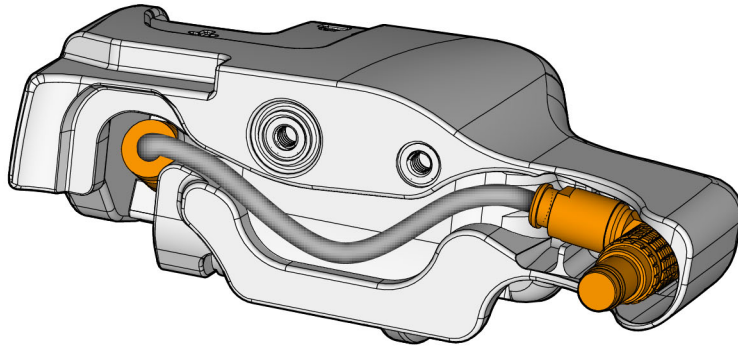

Abbildung 2-7 Kabelführung im Weggeber der Index-Achse
3. Führen Sie die Schritte für eine Montage in umgekehrter Reihenfolge durch. Stellen Sie sicher, dass sich das Weggeberkabel ordnungsgemäß im Weggebergehäuse befindet (siehe Abbildung 2-7 auf Seite 53).